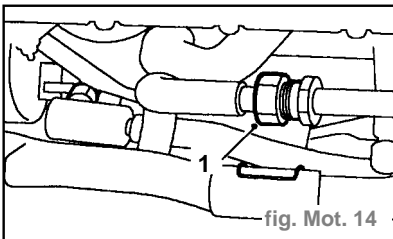

fig. Mot. 14
- Desserrer le raccord union et débrancher le tuyau de compresseur du tuyau d'évaporateur (1) (fig. Mot. 14).